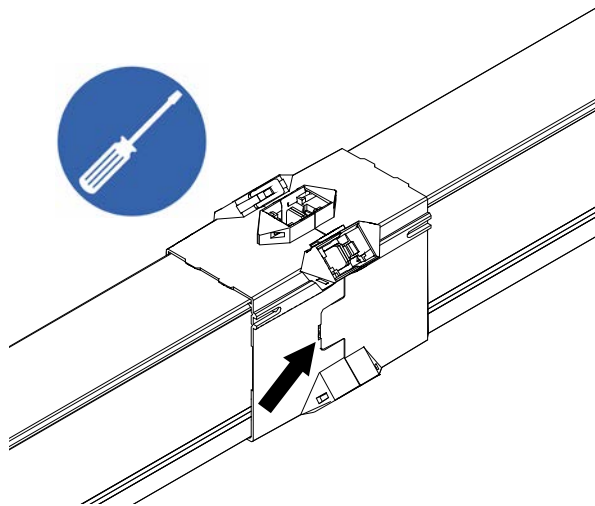

Abb. 115: Große Klips lösen
- Breite Klips an der Seite (2x) mit Schraubendreher lösen (siehe Abb. 115)